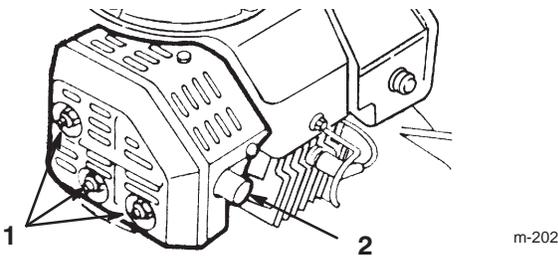

Figure 30
3. A l'aide d'un racloir en bois, enlevez le carbone qui se trouve à l'extrémité du tuyau d'échappement (Fig. 30).
4. Enlevez la vis, les deux écrous et les deux rondelles-freins (Fig. 30).